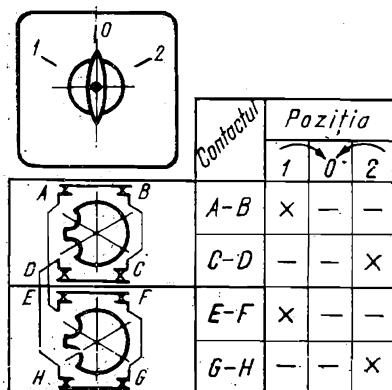

Fig. 2.125. Schema comutatorului inversor bipolar cu revenire din 2 poziții
*Comutatorul tip C.16.02.32.004 din fig. 2.125 are 2 etaje, 4 contacte și 3 poziții: 0 — toate contactele deschise; 1 — contactele A-B și E-F închise; 2 — contactele C-D și G-H închise.*